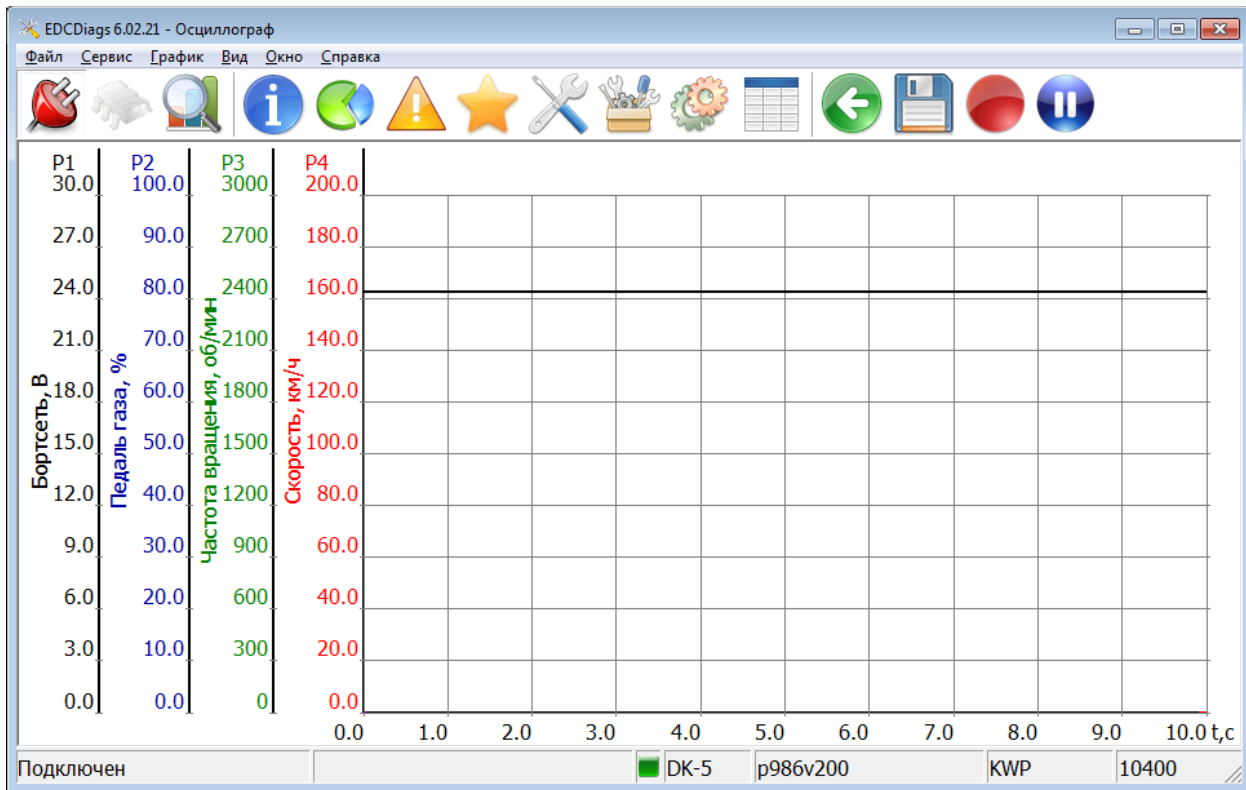

Рис. 3.7
3.7.7. Возможна одновременная работа с тремя и более параметрами на одном графике (Рис. 3.7). Для этого необходимо добавить в «список пользователя» требуемые параметры, перейти в «набор X» и нажать на кнопку «Осциллограф» . Настройка вида графика и отображаемых параметров осуществляется из контекстного меню графика.